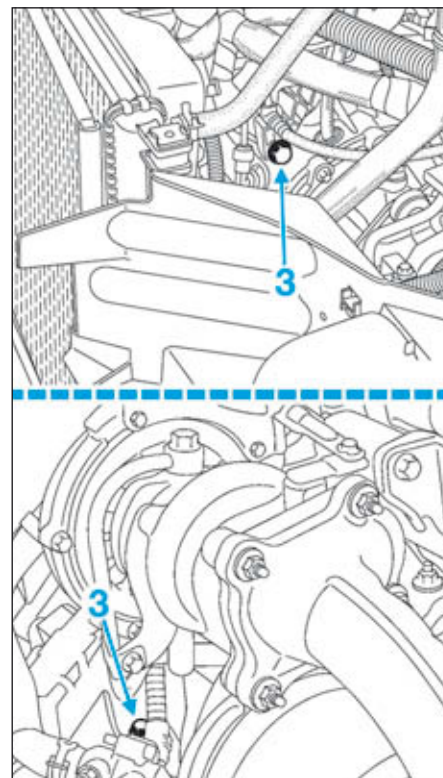

FIG.4
- Déposer les vis (3) (Fig.4) de la goulotte du faisceau électrique et l'écarter.